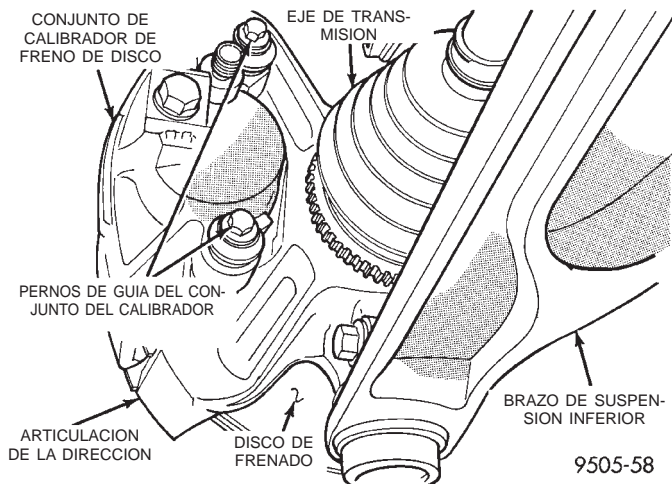

Fig. 56 Pernos de guía del calibrador
(3) Retire los 2 pernos de guía que fijan el calibrador a la articulación de la dirección (Fig. 56).
(5) Instale los pernos de guía del calibrador y apriételos con una torsión de 18 a 20 N·m (192 lbs. pulg.) (Fig. 56). **Debe tenerse extremo cuidado de no cruzar los hilos de rosca de los pernos de guía del calibrador.**
(6) Instale el conjunto de rueda y neumático.
(7) Apriete las tuercas de los pernos espárrago de instalación de la rueda en la secuencia adecuada hasta que todas estén con la mitad de torsión de la especificación. Después repita la secuencia de ajuste hasta que complete la especificación total de 135 N·m. (100 lbs. pie).